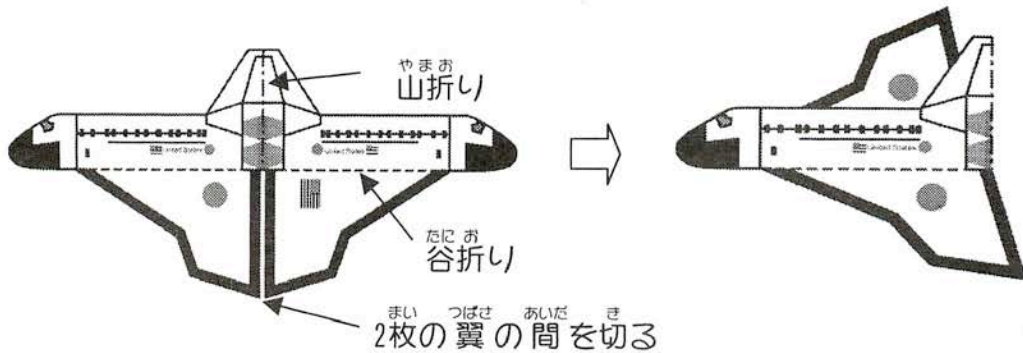

図7 スペースシャトルを作りましょう。
1) スペースシャトルの型紙を切り取ります。図7のように翼の部分は、左右の翼の間にはさみを入れて切ります。この翼の部分は谷折りに、尾翼の部分は山折りにします。